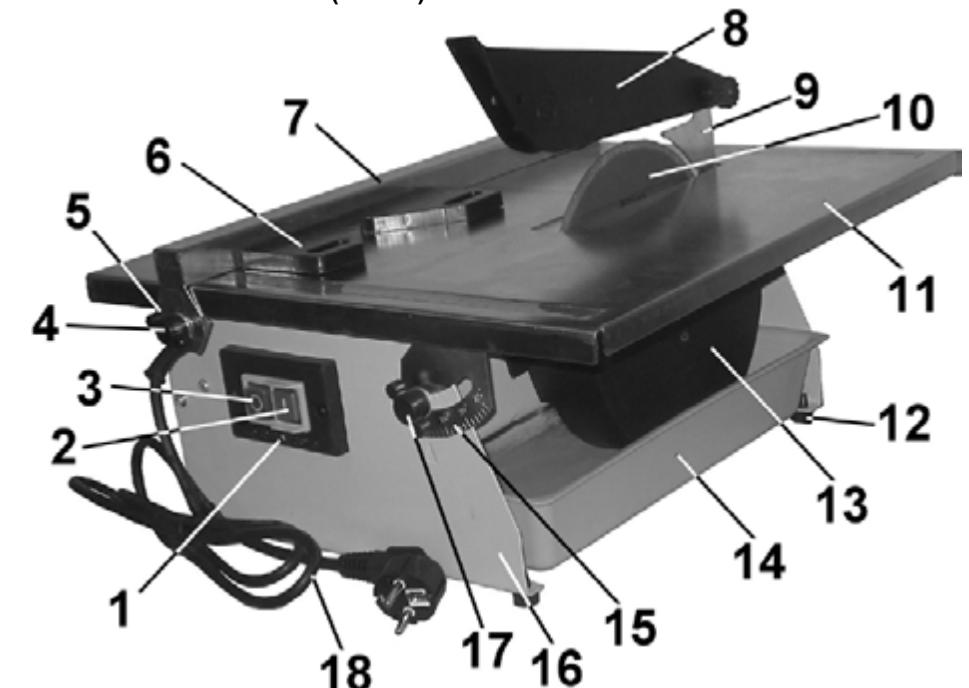

Рис. 2
7. УСТРОЙСТВО (Рис. 2)
Установите и через крепёжные отверстия основания (16), Рис.2, закрепите плиткорез на ровной прочной горизонтальной поверхности верстака, или в эти отверстия установите резиновые опоры (12).
9.2. Как показано на Рис.2; 3, между основанием (16) и защитным кожухом (13) установите поддон (14).
10.2.3. Проверьте положение расклинивателя (9) относительно отрезного диска (10), при необходимости установите расклиниватель строго по линии реза (в створе) отрезного диска (10).
11. ОСНОВНЫЕ ОПЕРАЦИИ (Рис. 2)
Внимание: Перед установкой нового или долго хранившегося отрезного диска (10) проверьте плоскость режущей кромки относительно посадочного места диска. Не устанавливайте деформированные отрезные диски. Используйте отрезные диски (10), где толщина их режущей части не тоньше расклинивателя (9), Рис. 2.
12.4. Установка отрезного диска требует особого внимания и некоторых навыков. Шпиндель (22) и внутренний фланец (24) изготовлены как отдельные детали, поэтому обратите внимание на установку деталей крепления отрезного диска (10) без перекосов. Если после установки отрезного диска (10) наблюдается биение режущей кромки более 0,2мм, повторяйте установку до устранения биения. Для этого проверните и установите без перекосов внутренний фланец (24). Отрезной диск (10) и внешний фланец (23) удерживайте без перекосов. Надёжно закрепите.